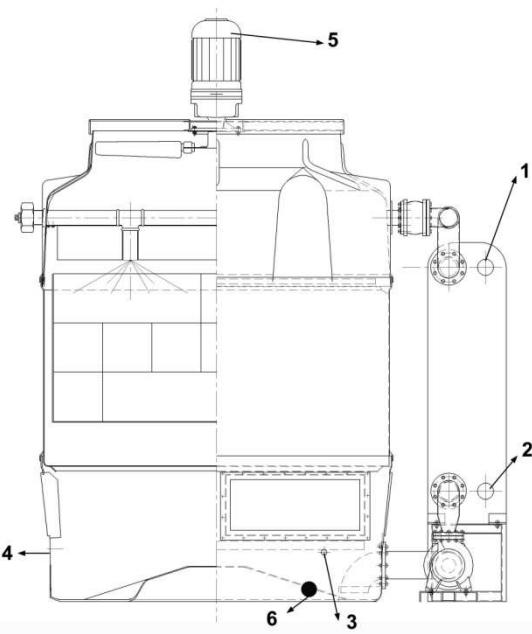

Fig. 32
- a) Connection of the inlet pipe (Fig 32/1).
- b) Connection of the outlet pipe (Fig 32/2).
- c) Connection of the overflow pipe (Fig. 32/3).
- d) Connection of the make-up fresh water pipe of the float valve (Fig 32/4).
- f) Electric connection of the fan motor (according to the connection diagram included in the terminal box), magnetic valves, thermostats, etc. (Fig 32/5).
- g) Drain pipe connection (Fig 32/6).
- a) Collegamento del tubo di ingresso (fig. 32/1).
- b) Collegamento del tubo di uscita (fig. 32/2).
- c) Collegamento del tubo di troppo pieno (fig. 32/3).
- d) Collegamento tubo di alimentazione dell'acqua della valvola a galleggiante (fig. 32/4).
- f) Collegamento elettrico del motore del ventilatore (secondo lo schema elettrico contenuto in morsettiera), termostati, valvole magnetiche, ecc. (fig. 32/5).
- g) Collegamento del tubo di scarico (fig. 32/6).
- a) Conexión la tubería de entrada (fig. 32/1).
- b) Conexión de la tubería de salida (fig. 32/2).
- c) Conexión de la tubería de rebosadero (fig. 32/3).
- d) Conexión de la tubería de agua de aporte de la válvula de flotador (fig. 32/4).
- f) Conexionado eléctrico del motor del ventilador (según esquema de conexión contenido en la caja de bornas), válvulas magnéticas, termostatos, etc. (fig. 32/5).
- g) Conexionado de la tubería de drenaje (fig. 32/6).